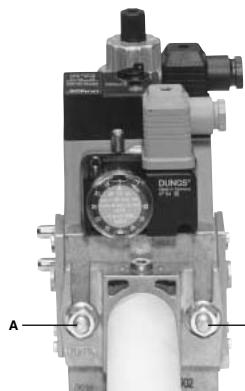

Рис. 26
3. Затянуть винты A, B, C и D (Рис. 26 - Рис. 27), (Рис. 29), соблюдая дистанции монтажа (Рис. 29);
1. Расслабить винты А и В, но **не снимать** их (Рис. 26 и Рис. 27)
2. Отвинтить винты С и D (Рис. 26 и Рис. 27)